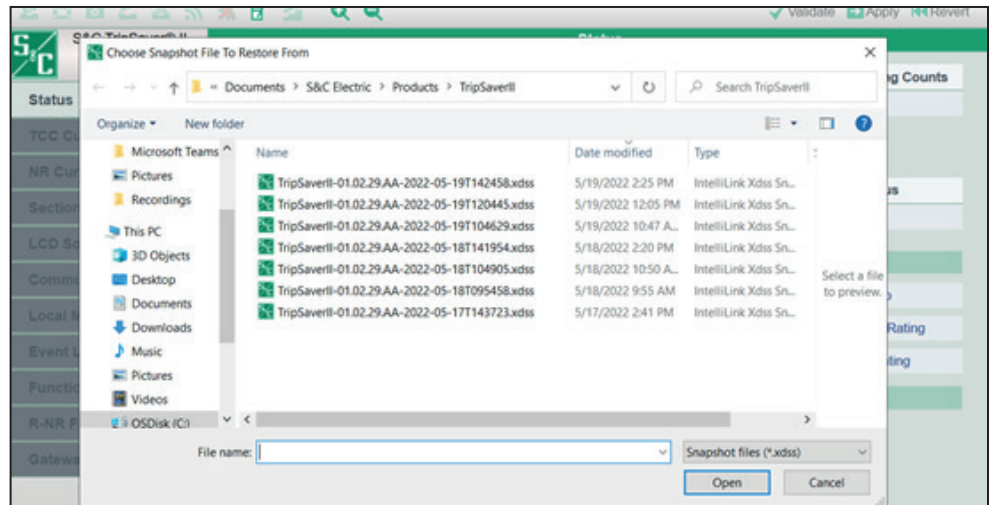

Figura 165. Archivos de instantáneas en la carpeta *Documents>S&C Electric>Products>TripSaver II (Documentos>S&C Electric>Productos>TripSaver II)*.
**Nota:** Si la actualización del firmware fue realizada con el Software de Configuración del Centro de Servicio TripSaver II versión 2.0 o posteriores, el nombre del archivo contendrá el número de serie (TCMR-) del reconectador TripSaver II. Si la actualización del firmware fue realizada con el software de configuración del centro de servicio versión 1.9 o anterior, S&C recomienda abrir el archivo de instantánea (.xdss) en Microsoft Notepad para determinar si el número TCMR en el archivo de instantánea coincide con el TCMR grabado en el reconectador TripSaver II que está siendo restaurado. (El número de serie para el reconectador TripSaver II (TCMR-) está grabado en la cubierta del reconectador). Es importante no alterar el archivo de instantáneas cuando se abre porque el hacerlo puede tener un impacto adverso en el proceso de restauración. Vea la Figura 165 en la página 121.